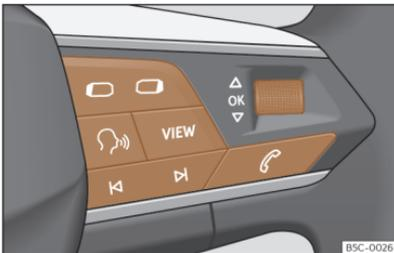

Abb. 11 Rechte Seite des Multifunktionslenkrads: Bedienelemente für die Menüs und Informationsanzeigen im Kombi-Instrument (modellabhängig).
Solange eine Warnung der Priorität 1 vorliegt, >>> S. 24, kann auf kein Menü zugegriffen werden. Einige Warnmeldungen können über die Taste **OK** am Multifunktionslenkrad bestätigt und ausgeblendet werden >>> (Abb. 11).
- Falls eine Meldung oder das Fahrzeug-Piktogramm angezeigt wird, drücken Sie die Taste **OK** >>> (Abb. 11); ggf. mehrere Male.